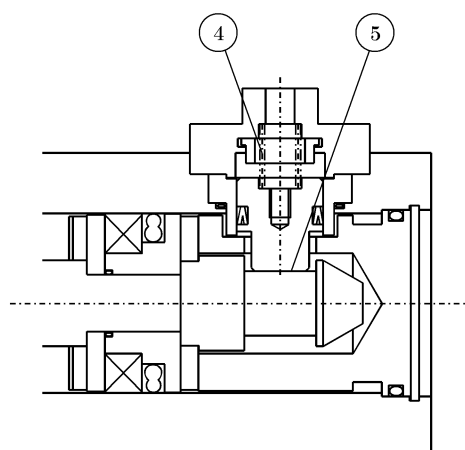

図2
- さらにシリンダのピストンがストロークエンドに近づき、スリーブの溝⑤がストップピストンの位置まで来るとストップピストンはスプリング④によって押し戻されストップピストンが溝に入り込みロックされます。(図2)